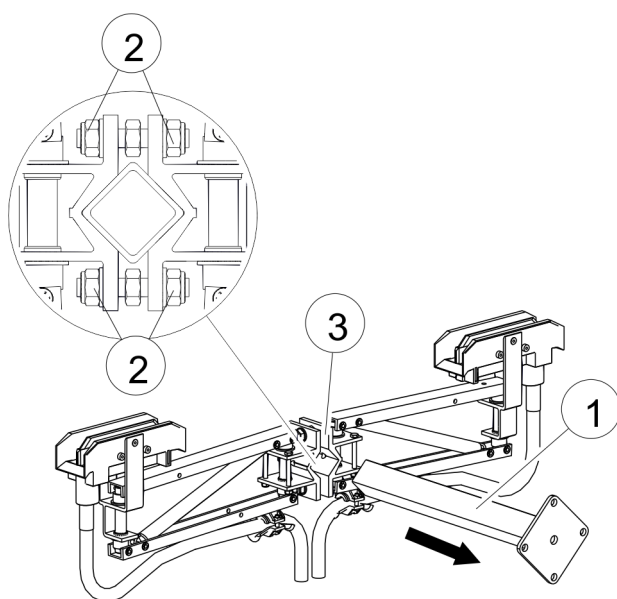

Abb. 117: Mitnehmerarm montieren
- Mitnehmerarm (Pos. 1) in die mittlere Aufnahme (Vierkant) (Pos. 3) des Stromabnehmers spannen. Die äußeren Mutter M10 (Pos. 2) gleichzeitig im Wechsel schrittweise mit dem vorgeschriebenen Drehmoment (SW 17, Drehmomentschlüssel: **44 Nm**) (siehe Abb. 117) anziehen. Dabei oben angegebene Toleranzen und Hinweis beachten.